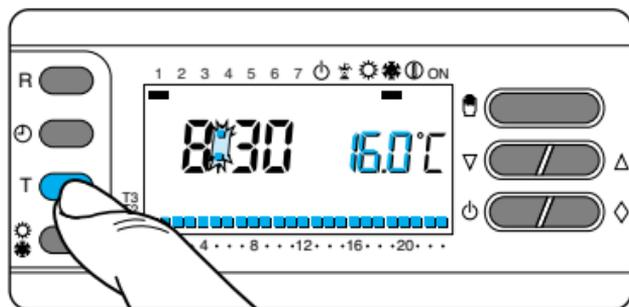

Fig. 63
12.2 - Premere il pulsante T (fig. 63).